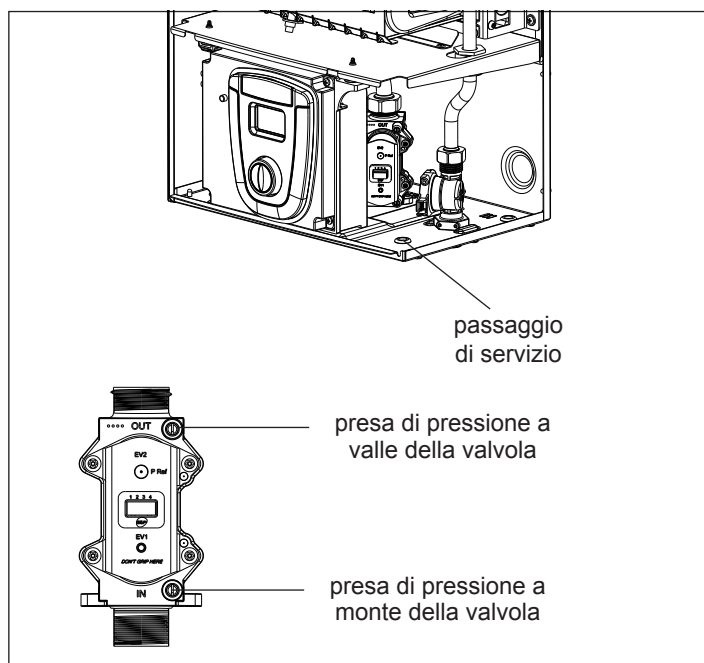

Fig. 15 - Verifica pressione di rete
- Togliere il tappo che chiude il passaggio di servizio (posizionato sulla mensola - Fig. 15) e far passare attraverso il foro il tubetto di silicone del manometro